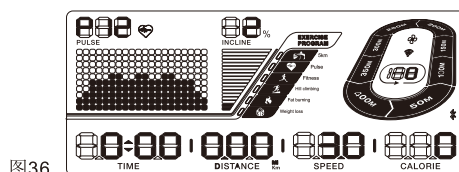

图36
2. 连续按下面板上TrainingProg键,直至屏幕上出现P12字样。(图36所示)。